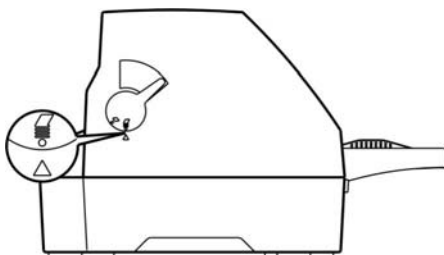

图 3-7 设定单页/连续纸进纸选择杆位置（连续纸）
2. 把单页/连续纸进纸选择杆拨到连续纸位置（如图 3-7 所示）。